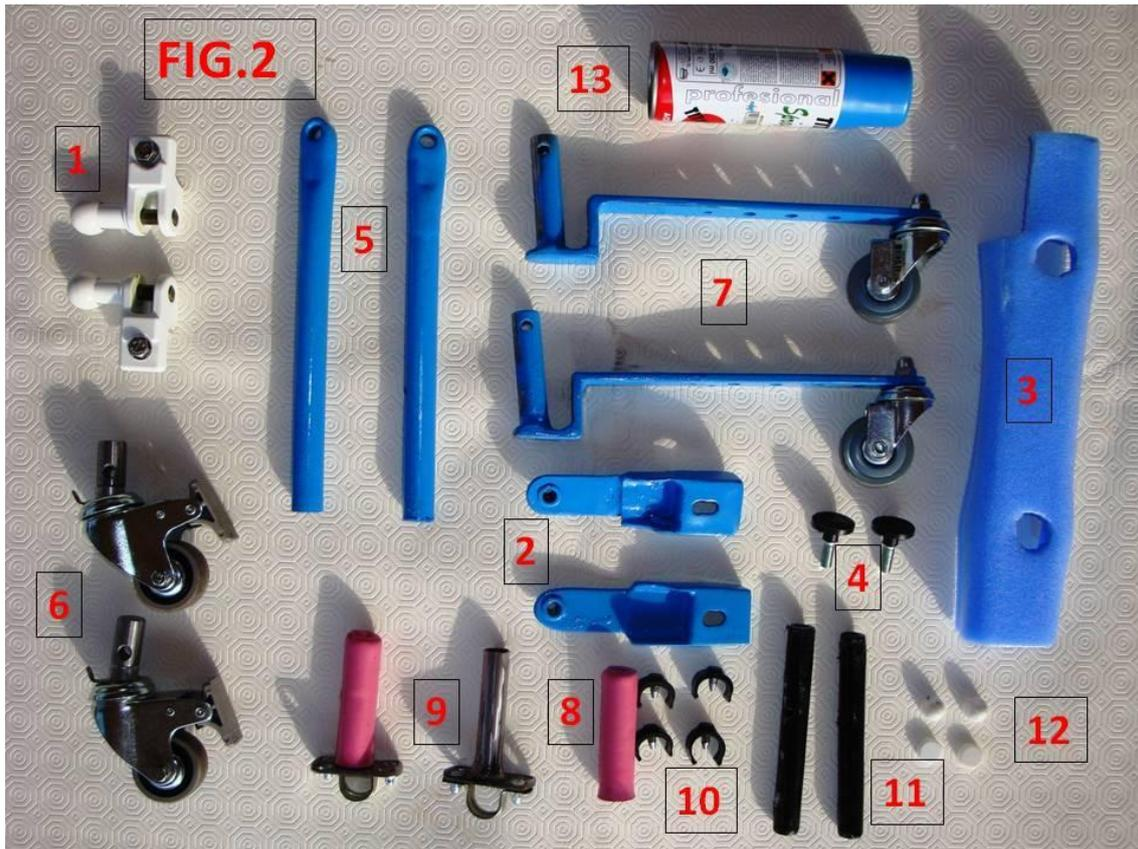

FIG.1
DESCRIPCIÓN: Sabemos que no existen andadores para niñ@s con problemas de deambulación de corta edad, (menores de 3 años). Lo que existe en el mercado es muy caro y todo ello a partir de los 4 años. Lo que hemos hecho es a partir de un andador comercial (FIG.1) obtener un andador axial completamente evolutivo, que permite adaptarlo a medida que va creciendo tanto en altura, inclinación ó separación al manillar.
- Andador comercial, FIG.1.
- 2 soportes de toldo, (1).
- 2 manguitos de bicicleta infantil (8).
Fabricamos en un torno 2 piezas (FIG.1, POS5), que encajaban en los cierres del toldo y unían el arco amarillo. Estas piezas también son regulables (FIG. 7).